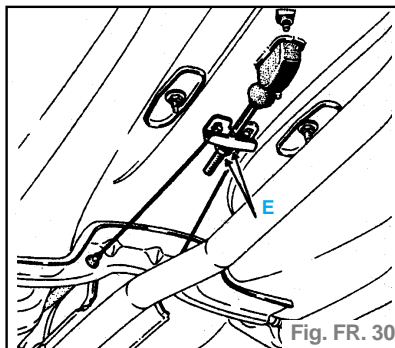

Fig. FR. 30
- Véhicule sur un pont à prise sous coque, dévisser les écrous (**E**) de façon à libérer totalement le palonnier central (fig. FR. 30).
- Bloquer les écrous (**E**) (fig. FR.30).